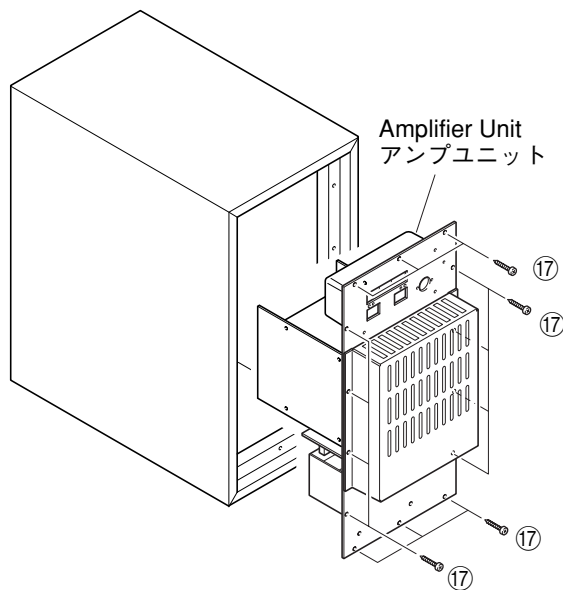

Fig. 8
Remove 14 screws (17) and then remove the Amplifier Unit. (Fig. 8)
⑰のネジ14本を外し、アンプユニットを取り外します。(Fig. 8)